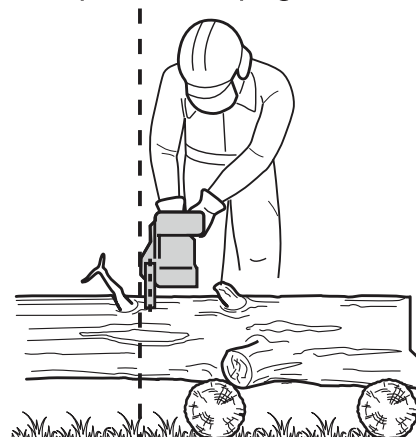

Fig. 27
- > Utilice el producto solo tras haber adoptado una postura. Sujete el producto del lado derecho del cuerpo (Fig. 27).